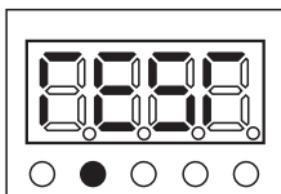

图5
(4) 漏电跳闸界面：按“试验”键，液晶屏如图5所示，漏电跳闸可自动重合闸。